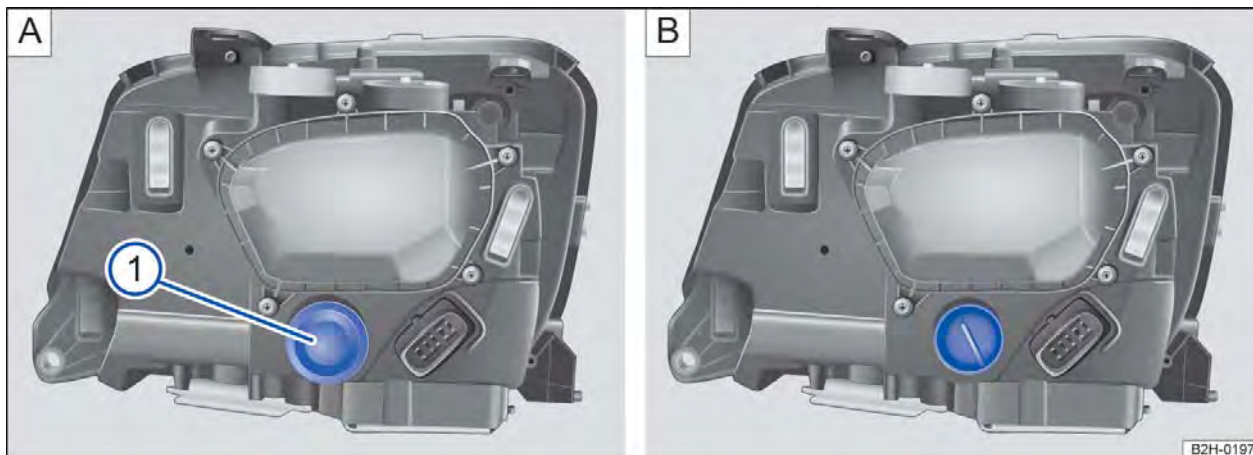

Fig. 170 No compartimento do motor: cobertura no farol de xenônio dianteiro direito: ① indicador de direção.
⇒ Fig. 170	① Indicadores de direção